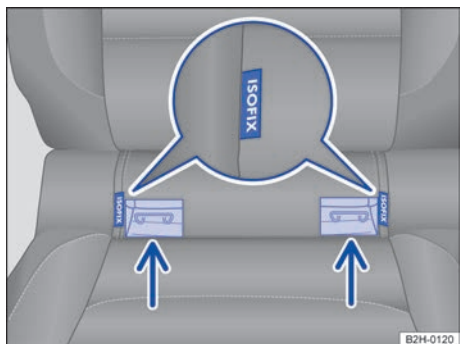

Fig. 75 En el asiento del vehículo: señalización de los puntos de anclaje inferiores para los asientos para niños.
Las plazas traseras laterales cuentan cada una con **dos** argollas de sujeción, también llamadas puntos de anclaje inferiores, entre el respaldo y la banqueta del asiento → fig. 75.
- Encaje el asiento para niños en las argollas de sujeción en el sentido de las flechas → fig. 75. Las aberturas para encajarlo se encuentran en vertical junto a los rótulos de ISOFIX. El asiento para niños deberá encastrar de forma segura y audible (clic).
- Coloque el asiento para niños sobre la banqueta del asiento y fije los ganchos de los cinturones de fijación a las argollas de sujeción → fig. 75 siempre y cuando dichos cinturones vengan incluidos en el asiento para niños.